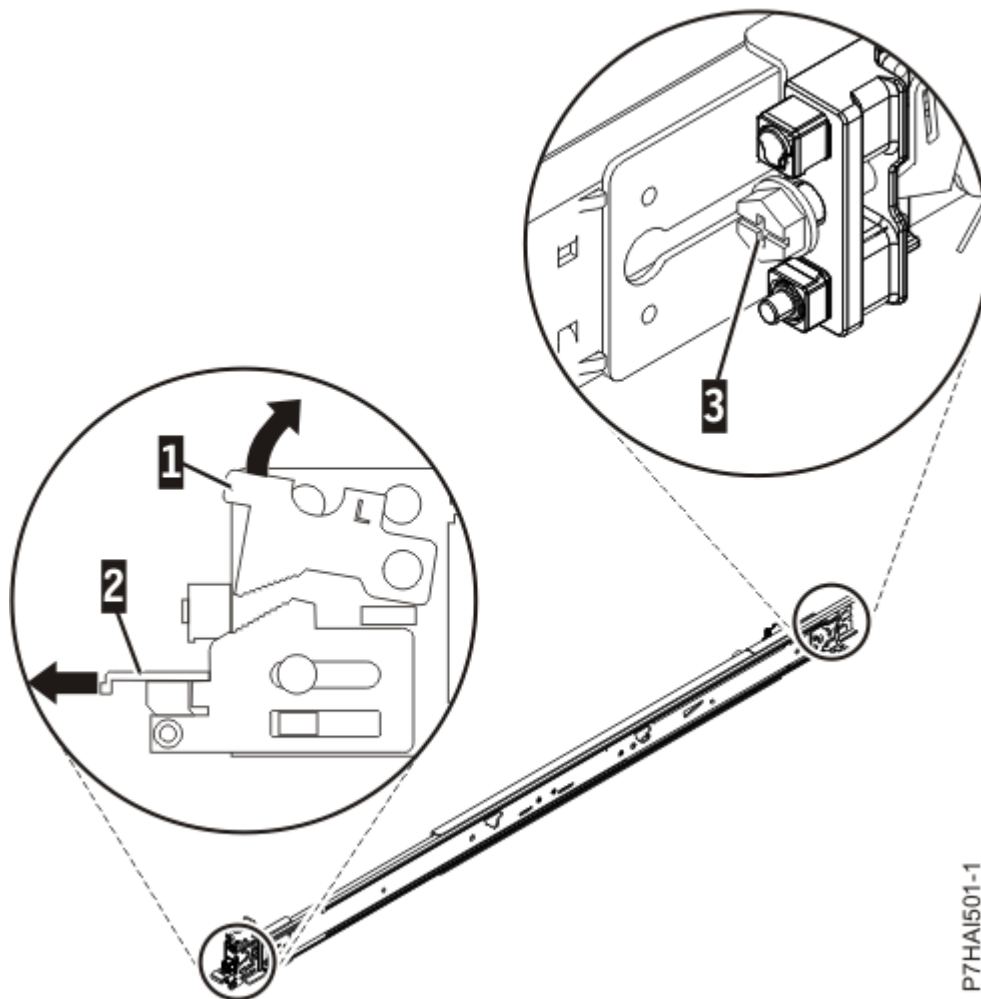

Abbildung 2. Vordere Verriegelung öffnen und Schraube an der Rückseite entfernen
2. Drücken Sie die vordere Sperrzunge **(1)** nach oben und ziehen Sie die vordere Verriegelung **(2)** an der Vorderseite der Schiene heraus. Entfernen Sie die Schraube anschließend wieder von der Rückseite der Schiene **(3)**. Einzelheiten finden Sie unter Abbildung 2 auf Seite 5.